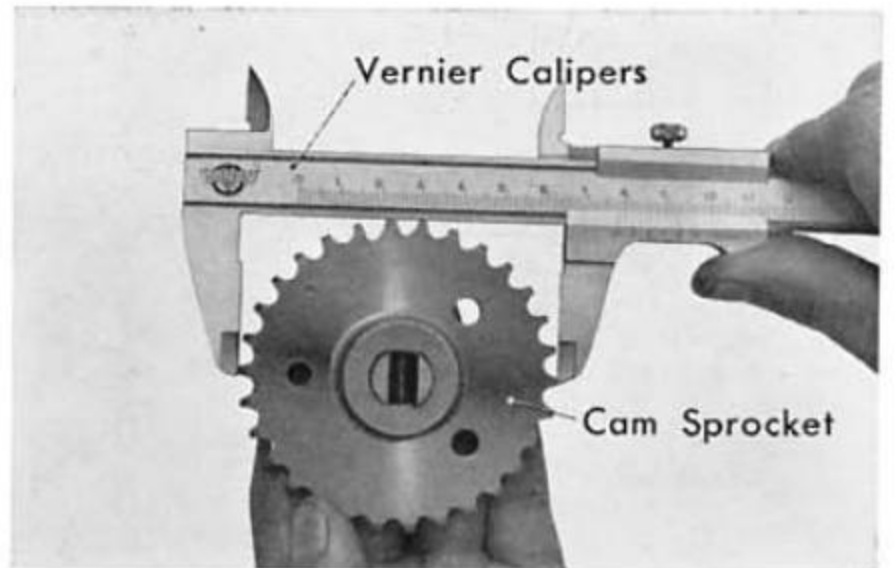

Fig. 1G-18
6. Valve Guide Clearance (Fig. 1G-19)